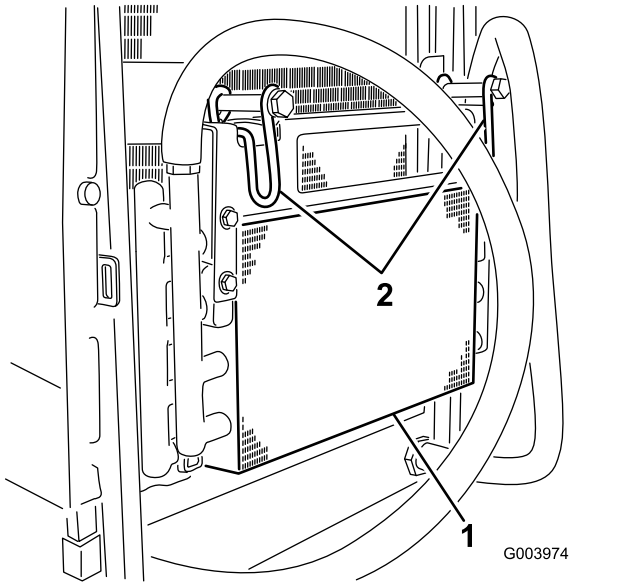

Bild 63
- Drehen Sie die Riegel nach innen, um den Ölkühler zu lösen (Bild 63).